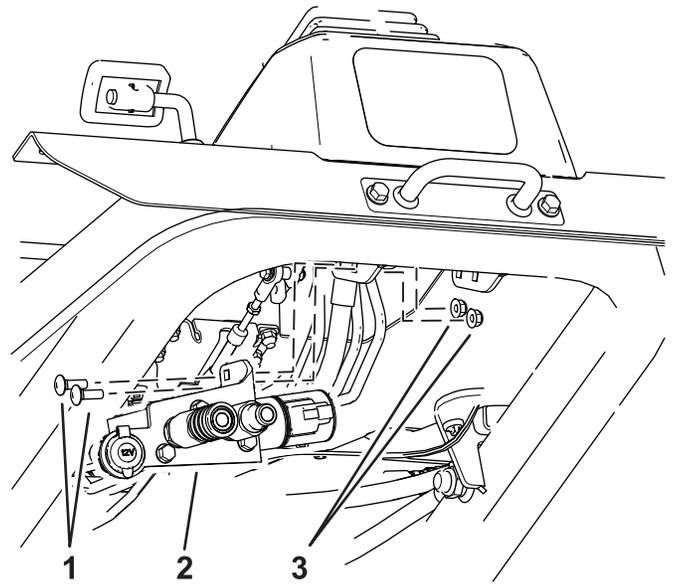

Figure 2
4. Fixez le support avec le collecteur sur la machine à l'aide de 2 boulons de carrosserie (5/16 x 1 po) et 2 contre-écrous (5/16 po), comme montré à la Figure 2.